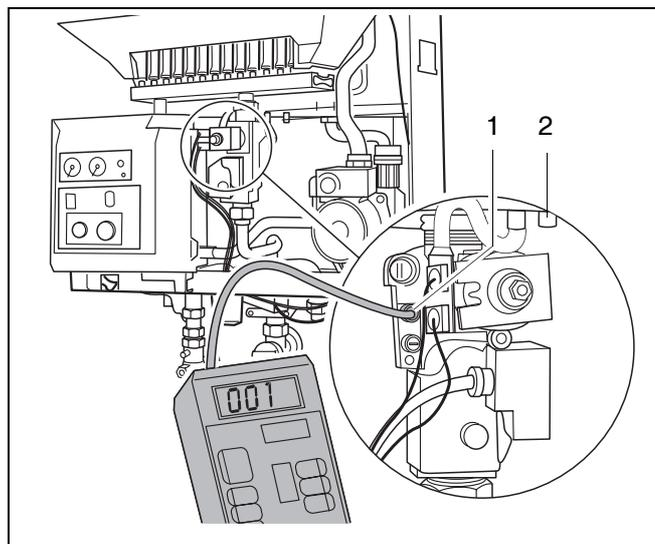

Fig. 49 Misurare la pressione del bruciatore
- Svitare di due giri la vite di chiusura del nippel di prova (fig. 49, pos. 1).